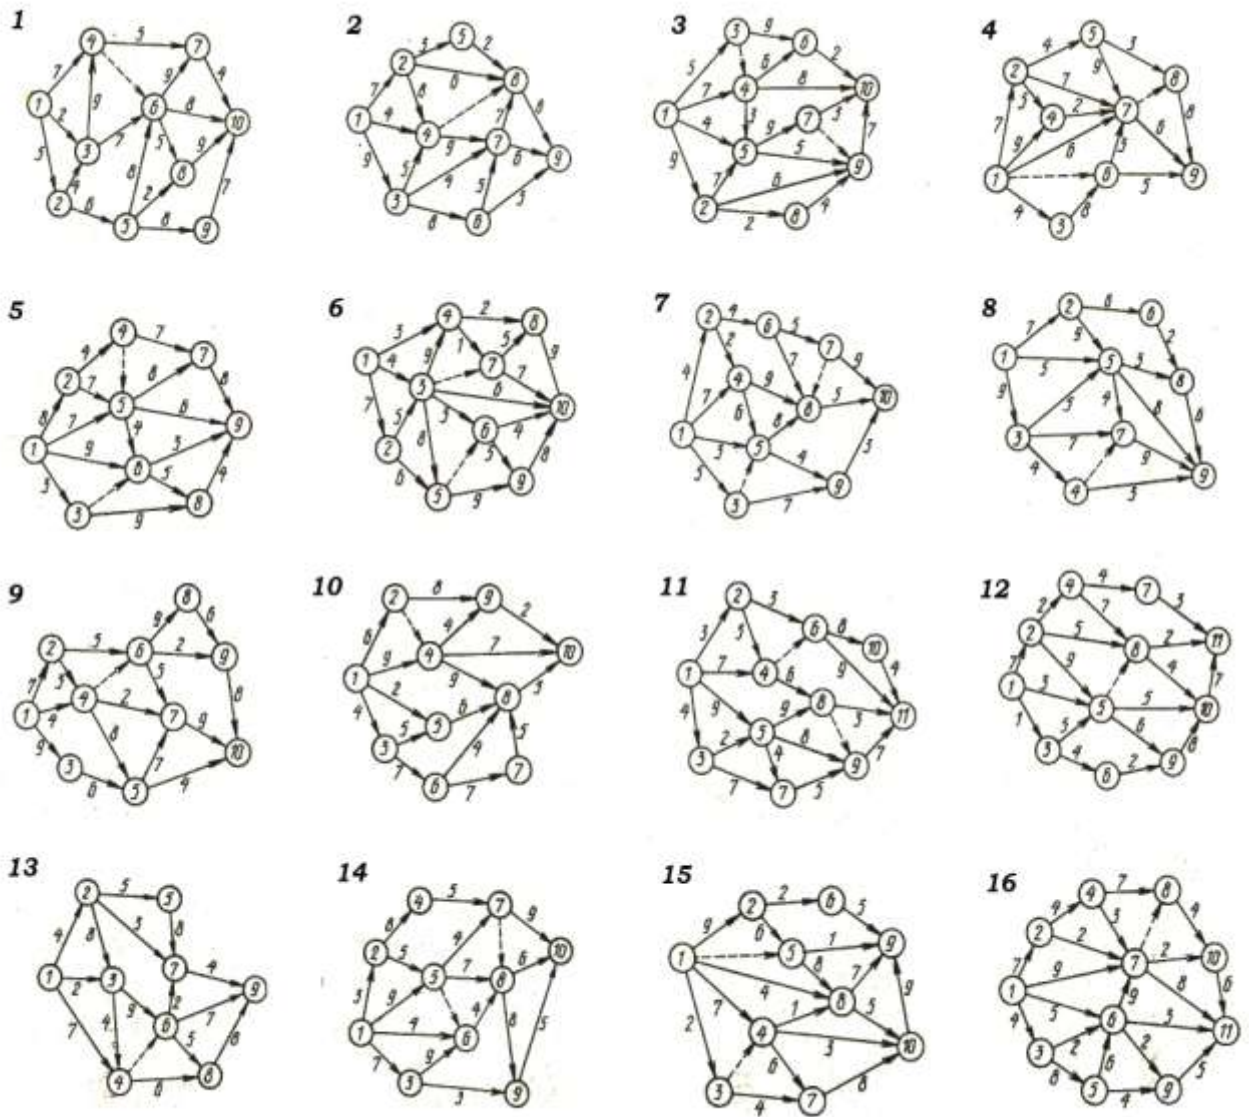

Рисунок 12 – Варианты заданий для лабораторной работы №5
Рассчитать непосредственно на сетевом графике комплекса работ, согласно своего варианта (рисунок 12), ранние и поздние сроки свершения событий, резервы времени событий, минимальное время выполнения комплекса (критический срок). Выделить на сетевом графике критический путь.
**Пример:** На данной сети дорог (рисунок 12) указаны стоимости доставки единицы груза из пункта в пункт. Найти наиболее экономный маршрут перевозки груза из пункта 1 в пункт 10.